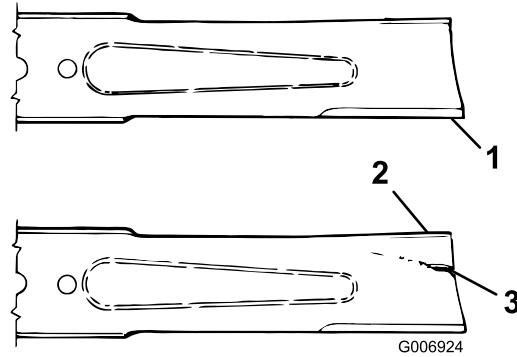

Figure 65
- Examinez attentivement les tranchants de la lame, particulièrement au point de rencontre des parties plane et relevée (Figure 65).
- Remplacez la lame si elle est usée (Figure 65) ; voir Retrait et montage d'une lame (page 56).